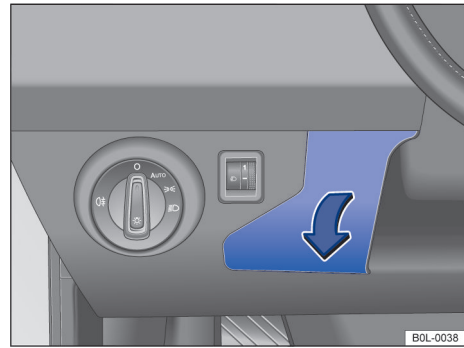

图 126 驾驶员侧仪表板：保险丝盒盖板
- 抓住盖板 → 图 126 的表面并将盖板沿箭头方向外拉。